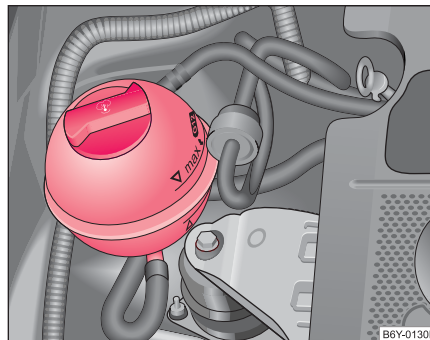

Abb. 129 Motorraum:
- Prüfen Sie den Kühlmittelstand am Kühlmittel-Ausgleichsbehälter ⇒ Abb. 129. Der Kühlmittelstand muss bei kaltem Motor zwischen den Markierungen „MIN“ und „MAX“ liegen. Bei warmem Motor kann er auch etwas über der Markierung „MAX“ liegen.
- Legen Sie einen Lappen auf den Deckel des Kühlmittel-Ausgleichsbehälters ⇒ **Abb. 129** und schrauben Sie den Deckel **vorsichtig** links herum ab ⇒ .